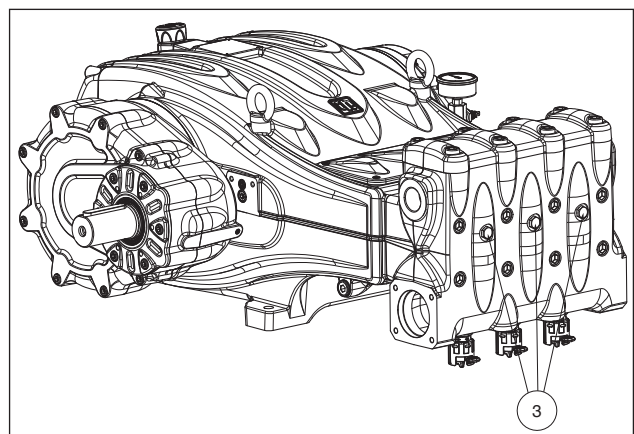

Fig. 11
Se ocorrerem problemas de iniciação devido a uma alimentação insuficiente é possível intervir, removendo as três tampas da parte da frente do cabeçote (exceto nas versões MXXR40 - MXSR40), conforme indicado na pos. ③ Fig. 11.